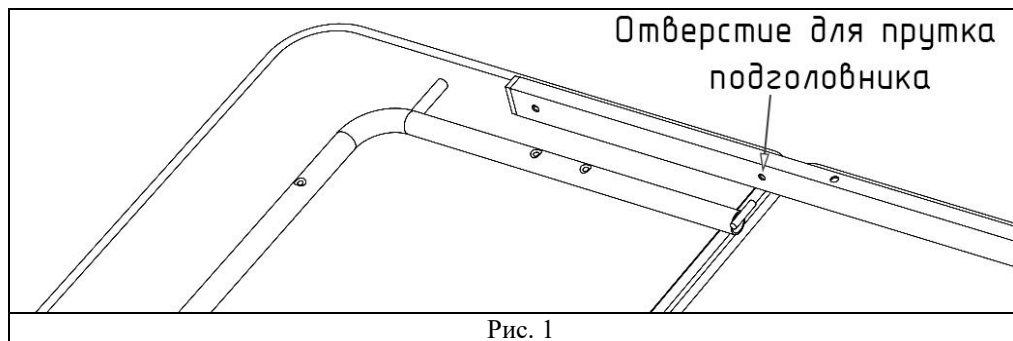

Рис. 1
2. Прикрепить одну из боковин (6) к лежаку (1). Для этого сориентировать боковину относительно лежака по схеме на рис. 1, 2. Так как боковины (6) симметричные, необходимо обратить внимание на расположение несеквозного отверстия для прутка подголовника – оно должно быть обращено вовнутрь лежака.